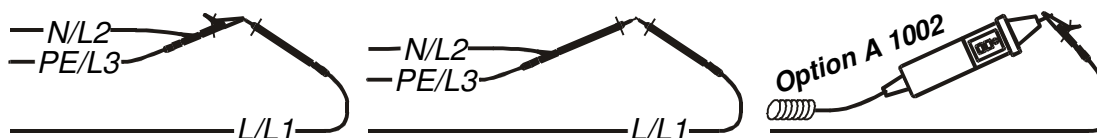

Fig. 14: Cordons court-circuités
- Appuyez sur la touche "Back" (F1) après avoir programmé la valeur limite pour retourner au menu initial de continuité (cfr fig. 14).